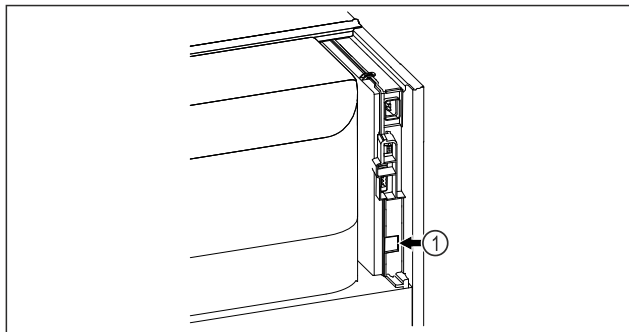

Fig. 85
- Το SmartModule Fig. 85 (1) είναι τοποθετημένο.